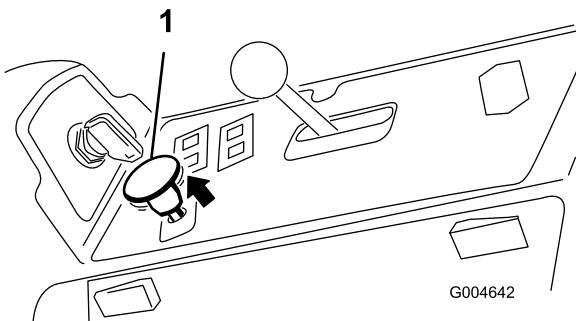

Figura 19
3. Puxe para cima o interruptor da tomada de força para o engatar (Figura 19).